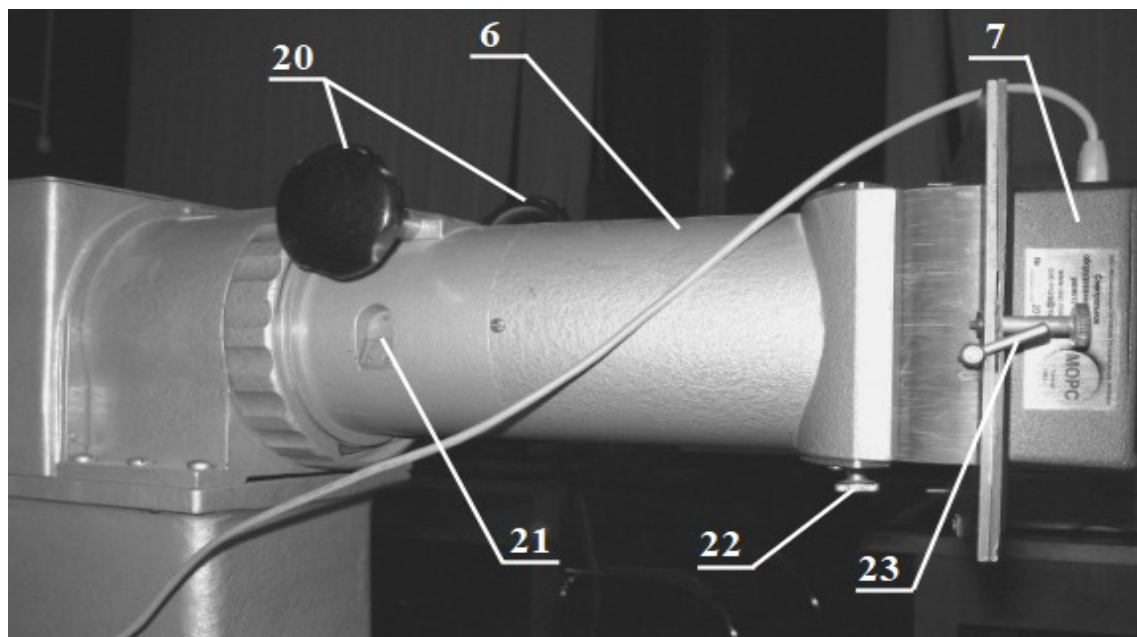
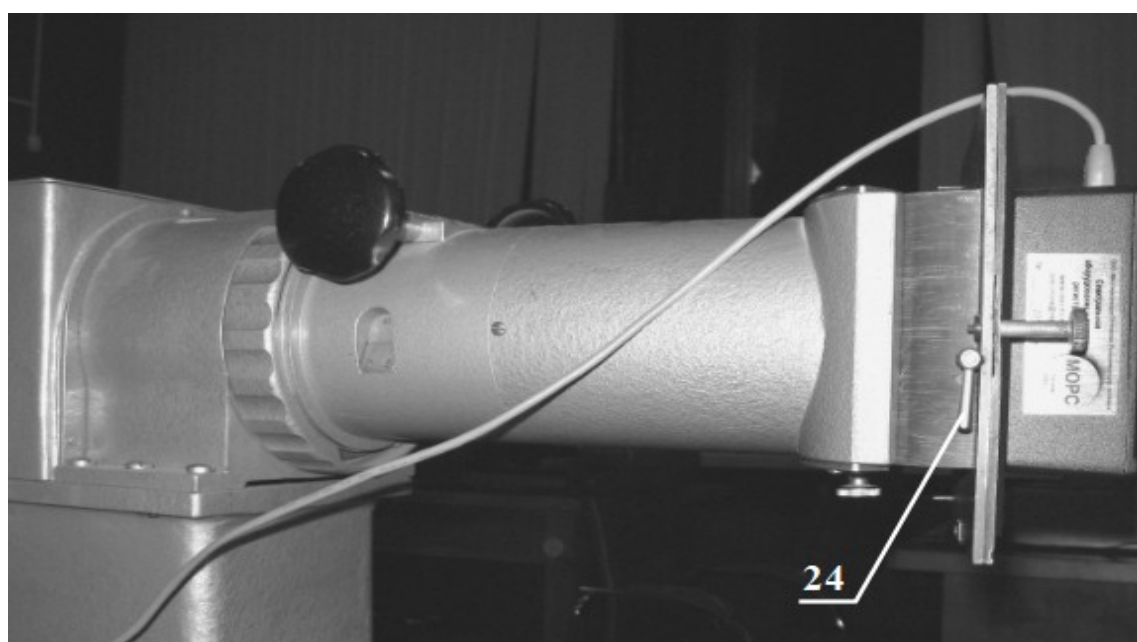
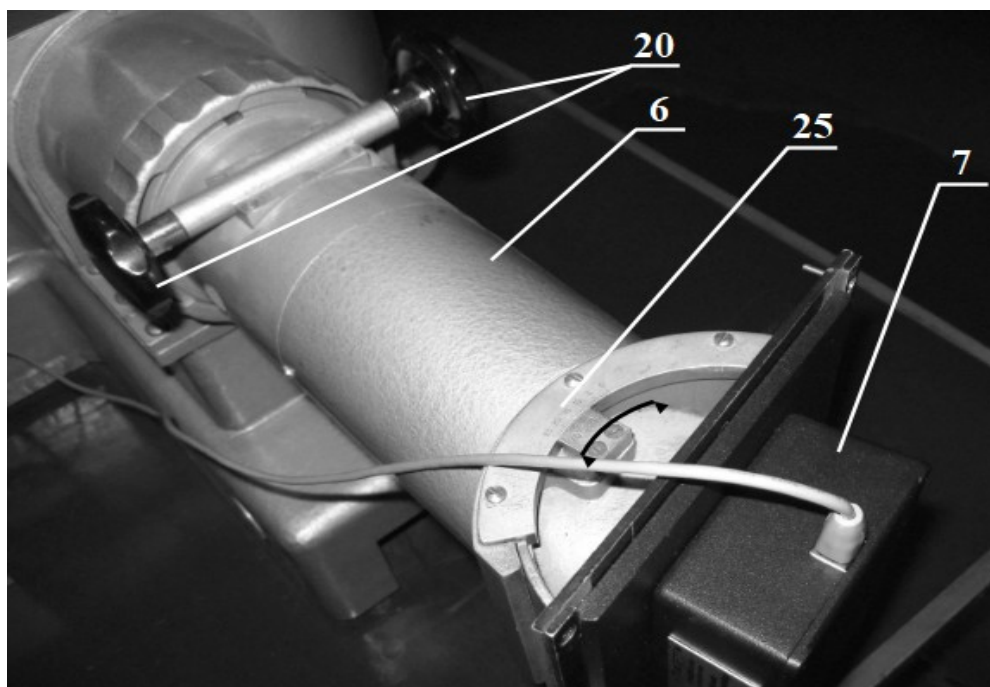

Рис. 5
Рис. 6
Рис. 7
1. Убедиться, что затвор камеры открыт: рычажок управления затвором повернут *до упора* против часовой стрелки, т.е. направлен вправо вверх (23, рис.5), а *не* вниз (24, рис.6).
10. Фокусировка спектрографа: перемещением объектива камеры (т.е. перемещением фокальной поверхности вдоль оси камеры) и поворотом фотоэлектрической кассеты нужно добиться наилучшего изображения спектра. Перемещение объектива камеры осуществляется маховичками (20, рис.5,7). Поворот фотоэлектрической кассеты осуществляется следующим образом: ослабить фиксирующий винт (22, рис.5), вручную повернуть кассету в одном из направлений, показанных на рис.7 черными стрелками, и обязательно закрутить фиксирующий винт (22, рис.5). Угол поворота кассеты контролируется по шкале (25, рис.7).
в) Записать в рабочую тетрадь и в протокол окончательный угол кассеты с точностью до десятой доли градуса (шкала 25, рис.7) и окончательное положение объектива камеры с точностью до 0.1 мм (шкала 21, рис.5).